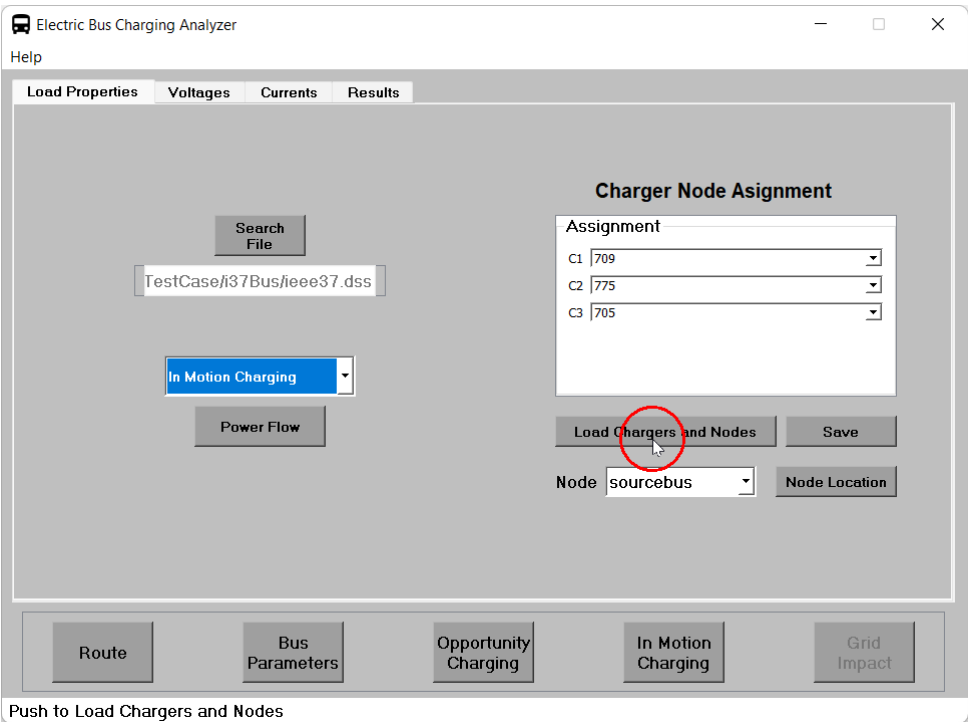

Figura 69: Asignar nodos.
20. Finalmente, se presiona el botón **Load Chargers and Nodes** como se observa en la figura 69